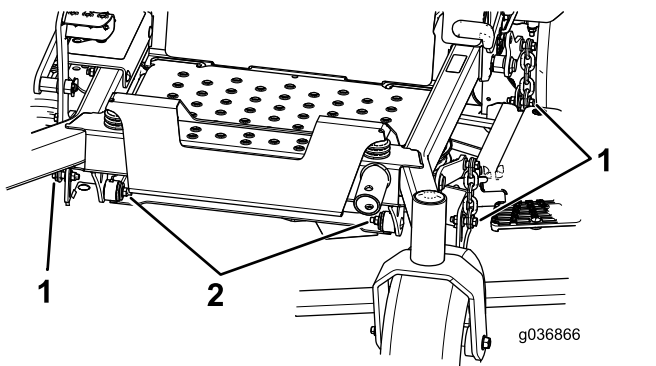

Figura 86
8. Retire e guarde os parafusos e porcas em ambos os lados da máquina (Figura 86).